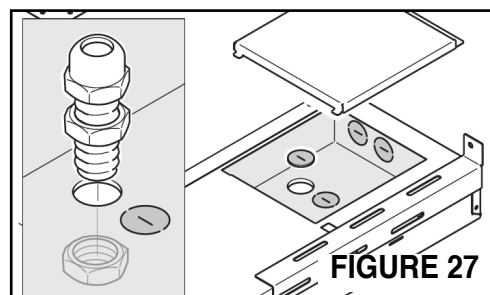

FIGURE 27
- Installer un collier de UL ou des raccords de conduit dans le coup sur (non inclus) (figure 27)